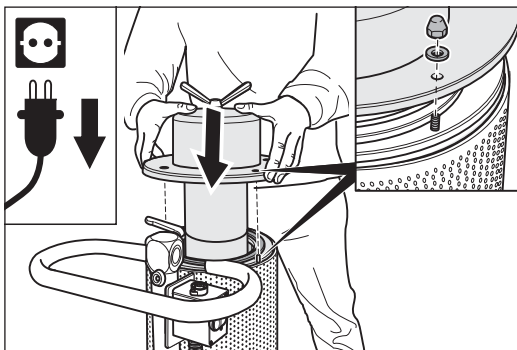

Fig. 31 ¡Ponga la tapa y **apriete** ligeramente las tuercas de sombrerete con las arandelas!
- 4 Ponga las arandelas en las roscas de los espárragos que sobresalen de la tapa y enrosque las tuercas de sombrerete. **No las apriete del todo** (Fig. 31).